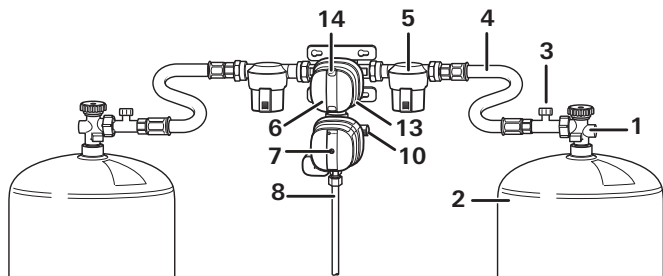

Bild 1a: DuoControl CS vertikal
- Gasflaschen (2) anschließen und den ordnungsgemäßen Zustand aller Schlauchverschraubungen prüfen.
- Ventile beider Gasflaschen (1) öffnen.
- Schlauchbruchsicherung (Bild 1a – 3) am Hochdruckschlauch circa 5 Sekunden kräftig drücken. Im Sichtfenster (14) wechselt die Anzeige auf grün.
- Ist der gelbe Resetknopf (7) nicht gedrückt (Stellung „nicht betriebsbereit“), den Crashsensor zurücksetzen.
- Zum Beispiel Drehknopf (13) bis zum Anschlag nach links drehen (linker Anschluss = Betriebsflasche).
- Ventil (1) der leeren Gasflasche (2) schließen.
- Hochdruckschlauch (4) von der Gasflasche (2) abschrauben bzw. falls vorhanden, Aufsteckadapter abnehmen.
- Ventil (1) der vollen Gasflasche öffnen.
- Schlauchbruchsicherung (Bild 1a – 3) drücken und gegebenenfalls gelben Resetknopf (7) drücken, leicht im Uhrzeigersinn drehen und 10 Sekunden halten.
- Länderspezifischen Hochdruckschlauch (4) am Eingang Gasfilter (5) / DuoControl CS und an die Flasche (2 / bzw. am Aufsteckadapter) anschrauben.
- Gasflaschenventil (1) öffnen.